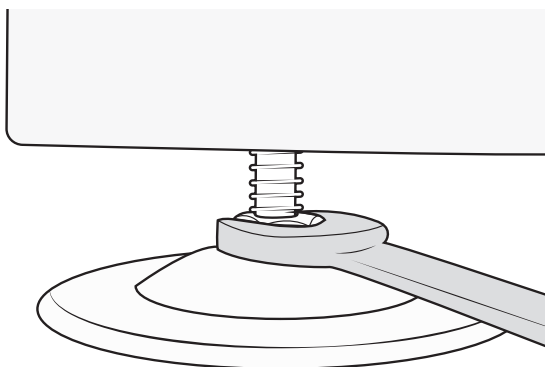

Figure 108
2. Pour régler la hauteur, tournez l'écrou inférieur. Abaissez le pied – tournez dans le sens antihoraire. Relevez le pied – tournez dans le sens horaire. Voir Figure 108.